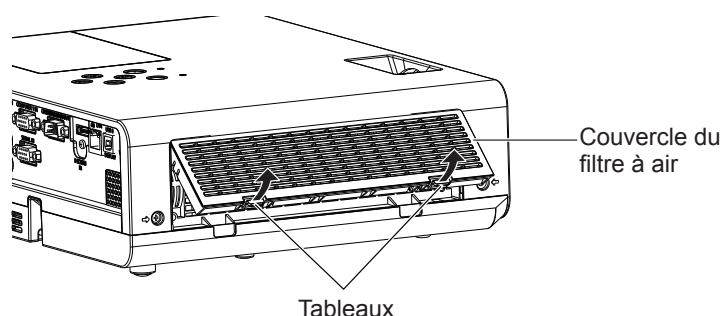

Fig. 1
1) Enlever le Couvercle du filtre à air. (Fig. 1)